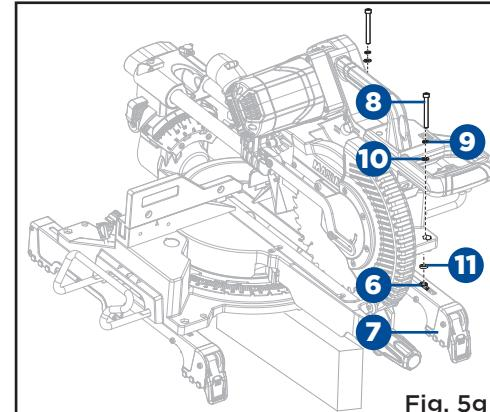

Fig. 5g
- Placez le deuxième étrier de fixation de scie (7) sous l'autre côté de la scie, en alignant les trous de fixation de la base de la scie à onglets avec l'écrou (6) à l'intérieur du dessus de l'étrier. Installez les boulons hexagonaux M6 x 55 mm (8) comme décrit précédemment (fig. 5g).